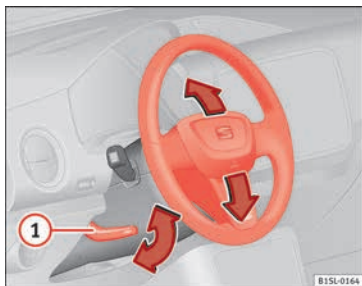

Abb. 17 Lenkradposition mechanisch einstellen.
• Hebel nach unten » » **Abb. 17** ① bewegen.